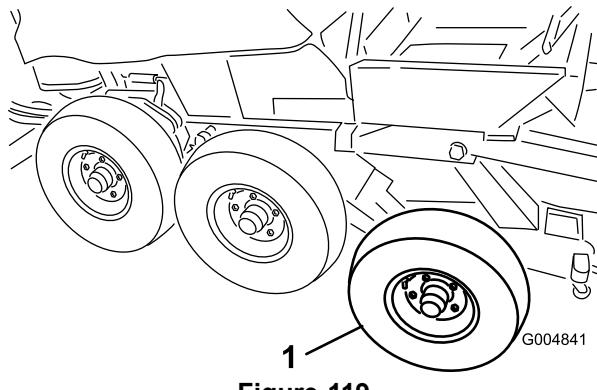

Figure 119
45. Déposez les roues avant et centrales du cadre d'hiver (Figure 119).